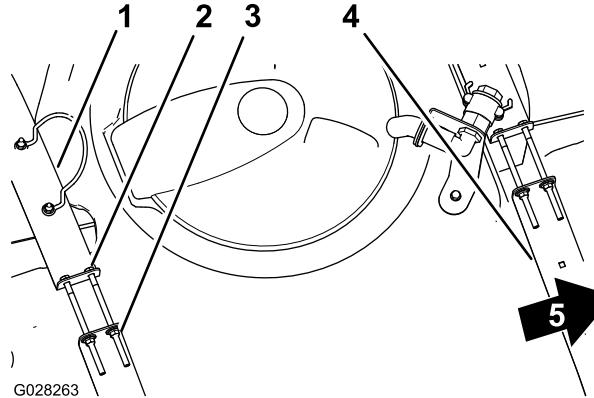

図 31
- タンクとタンク固定ベルトとの間に、たるみができるないか点検する図 31。
- ベルトにゆるみがある場合には、ベルトの上部にあるフランジロックナットとボルトを締めてベルトとタンクとが面一になるようにする図 31。